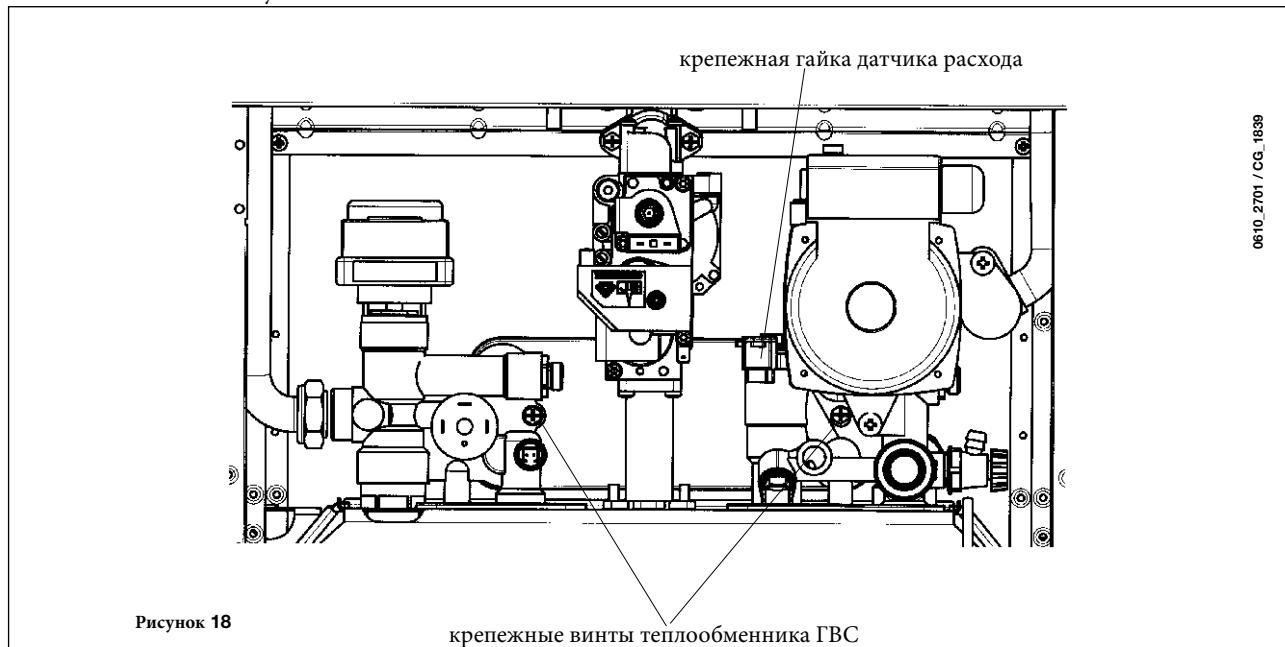

Рисунок 18
- снимите два винта (находящимися прямо перед вами), которыми крепится теплообменник ГВС, и вытяните теплообменник из гнезда (рис. 18).
- открутите гайку на блоке датчика расхода (рис. 18);